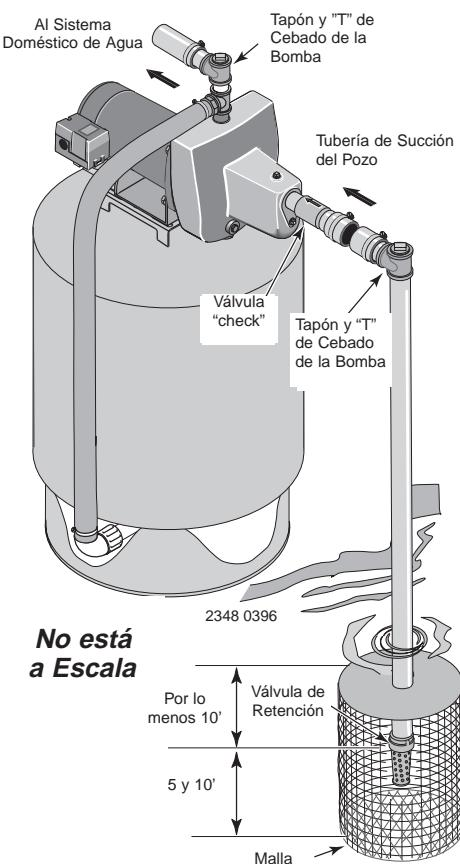

Figura 3: Instalación para agua superficial
INSTALACION PARA AGUA SUPERFICIAL (Figura 3)
- Instale una válvula de retención y la tubería de succión (vea la Figura 3). Asegúrese de que la válvula de retención funcione libremente. Utilice cinta de teflón o un compuesto a base de teflón especial para juntas de tuberías den las juntas roscadas de la tubería. Proteja la conexión de la válvula de retención de peces, basura, etc., con la instalación de una malla de alambre a su alrededor (Vea la Figura 3).
- Instale una "T" para cebar, tapón para cebar y la tubería de succión a la bomba (vea la Figura 3). Soporte la tubería para que no haya inclinaciones verticales o hundimientos en ella a fin de que no ejerza tensión sobre el cuerpo de la bomba y con el propósito de que no se incline ligeramente hacia arriba desde el pozo hacia la bomba (los puntos altos pueden ocasionar que se formen bolsas de aire que pueden bloquear la bomba). Selle las juntas de la tubería de succión con cinta de teflón o con un compuesto a base de teflón especial para juntas de tuberías. Las juntas deben ser a prueba de agua o estar herméticamente cerradas. *Si la tubería de succión pudiera succionar aire, la bomba no podrá sacar agua del pozo.*